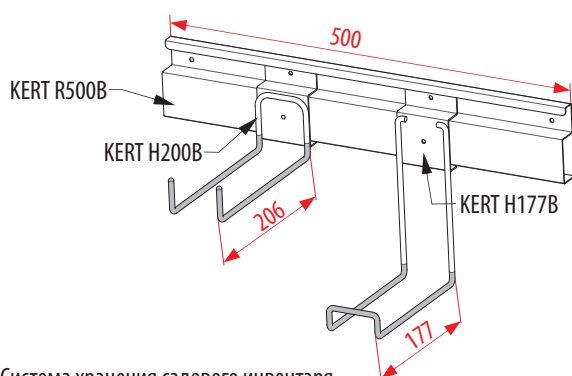

Рис. 1. Система хранения садового инвентаря KERT SK-02B и ее элементы
4.1 Внешний вид и отдельные элементы комплекта показаны на рис. 1.